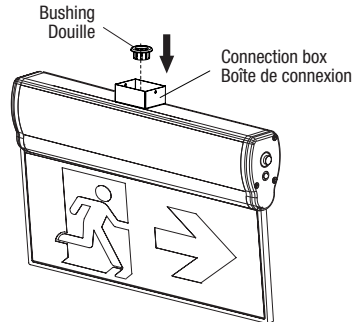

Fig. 7c
3. Installer la douille dans le trou central de la boîte de connexion (Fig. 7c).